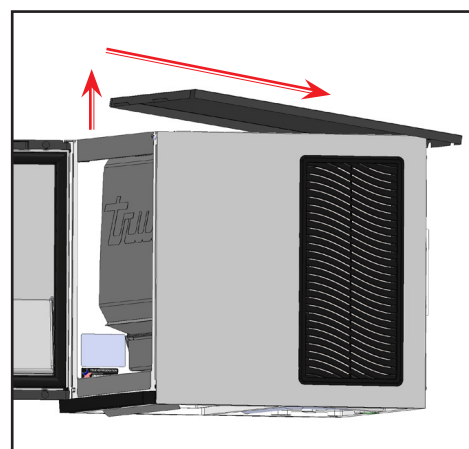

Fig. 4. Sollevare il bordo frontale, far scorrere indietro il pannello frontale, quindi sollevare il pannello.
2. Sollevare con cautela la parte frontale del pannello superiore. Quindi, far scorrere il pannello superiore verso la parte posteriore della macchina del ghiaccio. Si veda la Fig. 4.